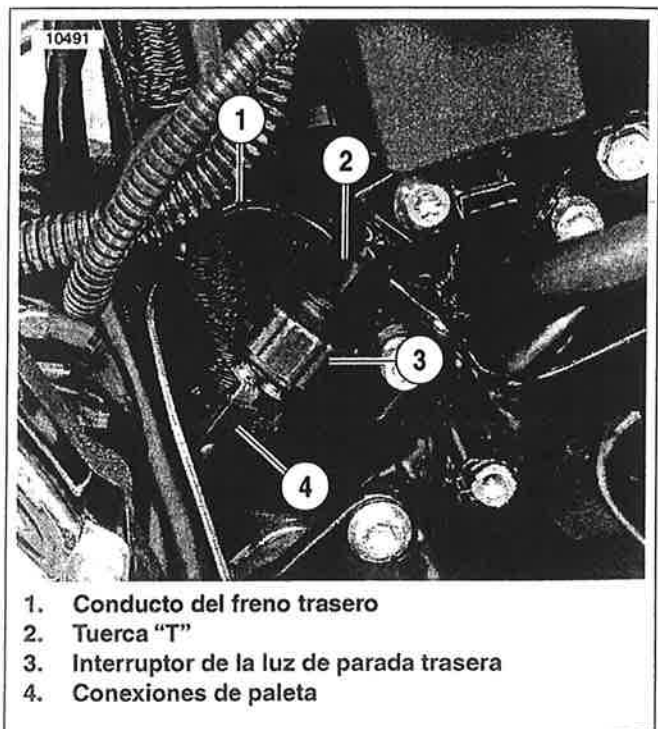

Figura 7-43. Interruptor de la luz de parada trasera (se muestra el modelo XL 1200C)
Vea la Figura 7-43. El interruptor de la luz trasera de parada (3) está situado atrás del depósito de la bomba de frenos trasera debajo de la cubierta izquierda. El interruptor de la luz trasera de parada está enroscado en una tuerca "T" (2) en la línea trasera de frenos (1).
4. Vea la Figura 7-43. Saque los terminales de enchufe de las conexiones de paleta (4) en la parte inferior del interruptor de la luz del freno.
5. Desenrosque el interruptor de la luz de parada (3) de la tuerca "T" (2).
6. Enrosque el interruptor de la luz del freno **nuevo** (3) a la tuerca "T" (2) en la línea del freno. Apriete el interruptor a 9,5-13,6 N·m (84-120 lb-pulg.).
7. Instale los enchufes del terminal en las conexiones de paleta del interruptor (4).